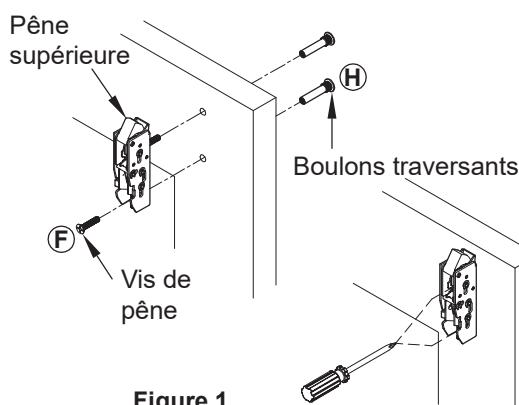

Figure 1
1. Alignez le loquet supérieur avec la gâche supérieure puis installez le loquet supérieur avec deux vis de montage (et des boulons traversants pour Fire). Ajustez la gâche pour un engagement correct. (Figure 1.)